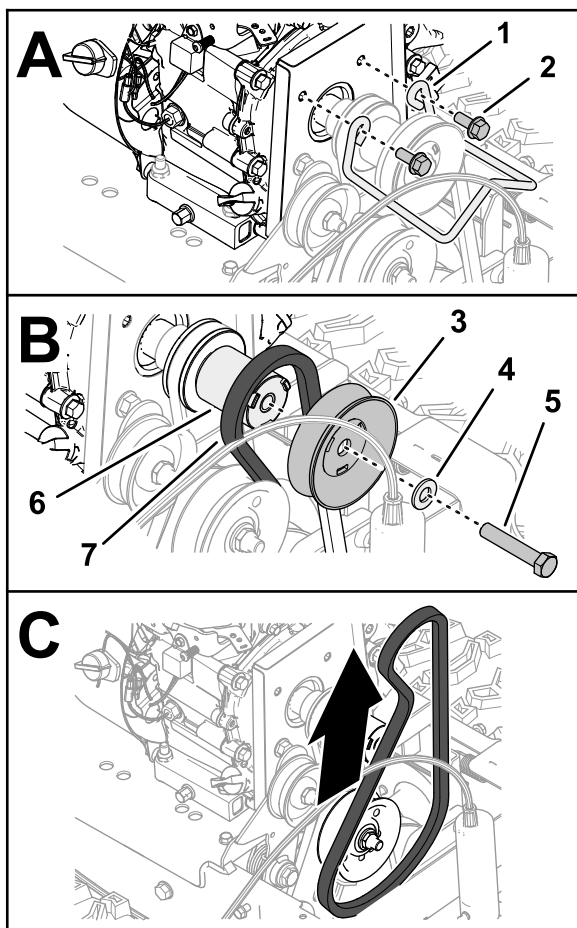

Figura 44
3. Retire os dois parafusos de cabeça flangeada que prendem a guia da correia e retire a guia do motor (Figura 44).
- Retire o parafuso ( $\frac{3}{8}$  pol. x 2 pol.) e anilha que prendem a polia da transmissão da vassoura à cambota do motor e retire a polia (Figura 44).